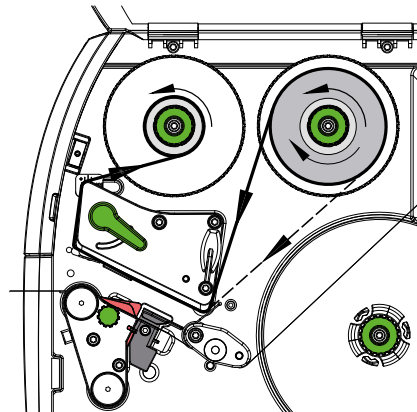

Bild 14 Transferfolienlauf
2. Hebel (6) in Gegenuhreigerrichtung drehen, um den Druckkopf anzuheben.
3. Transferfolienrolle (1) so auf den Abwickler (2) schieben, dass die Farbbeschichtung der Folie beim Abwickeln nach unten weist.
4. Rolle (1) so auf dem Abwickler positionieren, dass beide Enden der Rolle bei identischen Skalenwerten liegen.
5. Folienrolle (1) festhalten und Drehknopf am Abwickler (3) gegen den Uhrzeigersinn drehen, bis die Folienrolle fixiert ist.
6. Geeigneten Folienkern (4) auf den Aufwickler (5) schieben und in gleicher Weise fixieren.
7. Folie wie in Bild 14 durch die Druckbaugruppe führen.
8. Folienanfang mit einem Klebestreifen am Folienkern (4) fixieren. Hierbei die Rotationsrichtung des Aufwicklers entgegen dem Uhrzeigersinn beachten.
9. Aufwickler (5) entgegen dem Uhrzeigersinn drehen, um den Folienlauf zu glätten.
10. Hebel (6) in Uhrzeigerrichtung drehen, um den Druckkopf zu verriegeln.